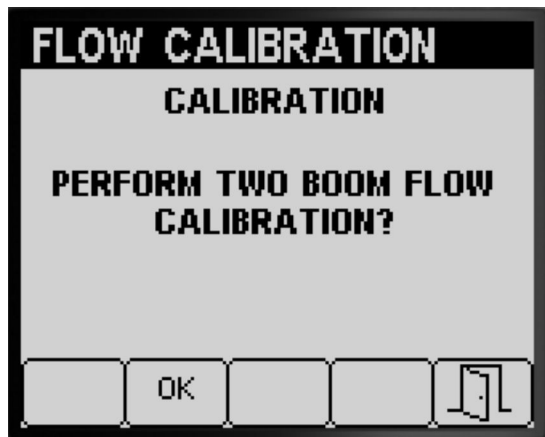

图 58
如果已经完成 3 打药机喷洒臂段校准 Infocenter 信息中心将提示执行 2 打药机喷洒臂段校准图 58 请执行以下操作中的一项
- 如果不需要执行 2 打药机喷洒臂段校准请按 5 号按钮返回至 Calibrate 校准屏幕图 58。